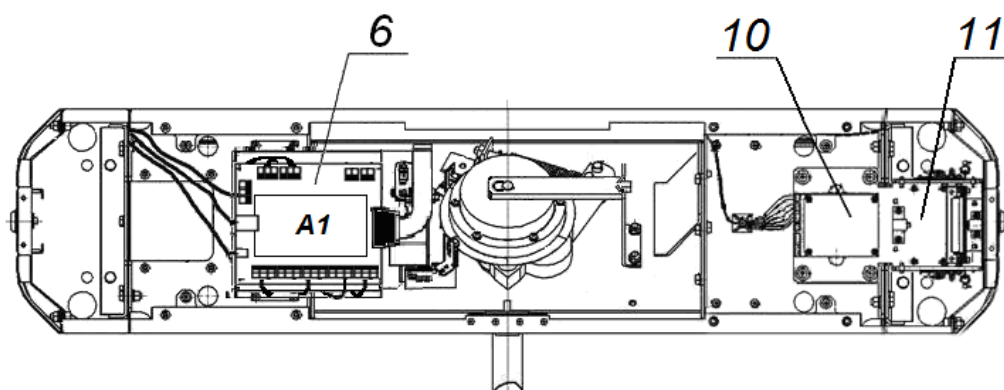

Рисунок 11. Схема прокладки кабелей в стойке ЭП
6. Подготовьте в полу отверстия под гильзы анкеров для крепления стойки ЭП. Установку и крепление стойки производите после прокладки всех кабелей в кабельном канале и внутри стойки. Схема прокладки кабелей в стойке показана на рис. 11.
7. Демонтируйте боковую заглушку (10) и выньте контейнер картоприемника (18), открыв ключом замки (11) и (19).
9. Снимите крышку стойки ЭП (3) (см. разд. 6).
10. Протяните кабели внутри стойки. Рекомендуемое расположение кабелей при прокладке внутри стойки показано на рис. 11.
14. Выполните заземление стойки ЭП в соответствии с требованиями ПУЭ («Правила устройства электроустановок»). Контакт заземления **Z1** (8, рис. 11) находится за боковой заглушкой стойки (10). Для крепления кабеля заземления на контакте используйте гайку М4.
При производстве механизм картоприемника (11, см. рис. 11) установлен со стороны считывателя №1 (A2).
7. Отсоедините кабель картоприемника от платы управления картоприемника А1 (10, рис. 11).